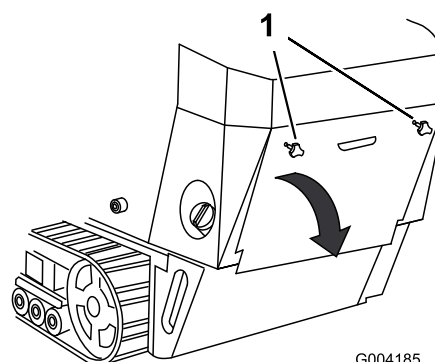

Figure 27
1. Dévissez les 2 boutons à tige filetée qui fixent le capot d'accès arrière à la machine (Figure 27).
2. Basculez le capot d'accès arrière vers le bas et déposez-le pour accéder aux composants internes (Figure 27).